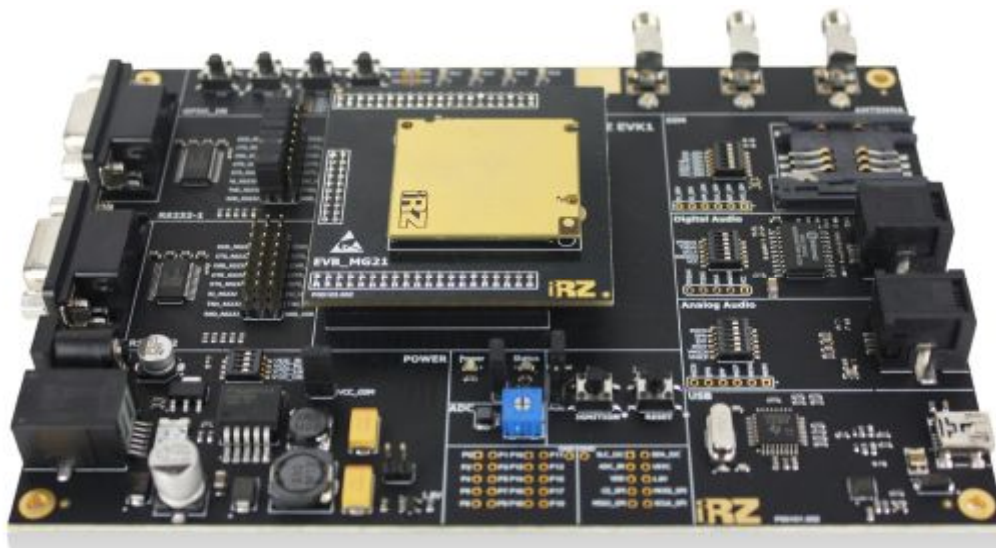

Рис. 3.1 Установка модуля
- Установите модуль как показано на рисунке (см. Рис. 3.1). Штыревые вилки PLD, расположенные на модуле, должны совпасть с PBD-гнездами на плате.